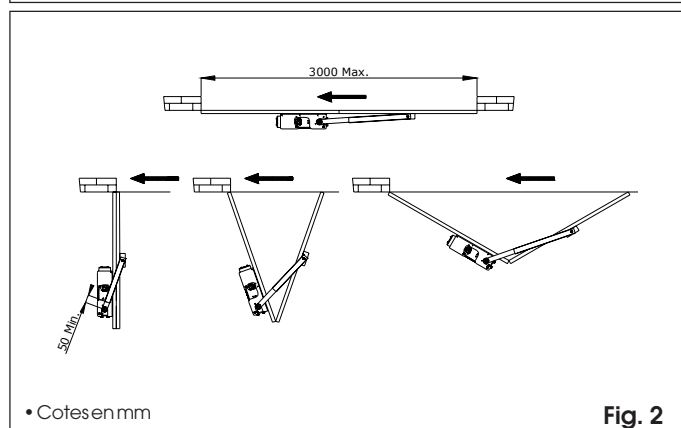
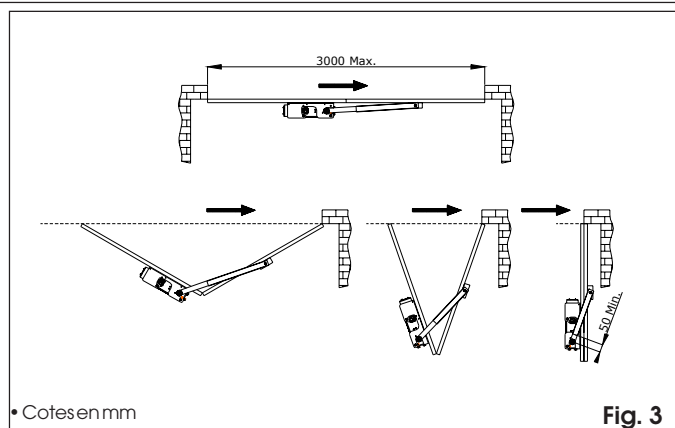
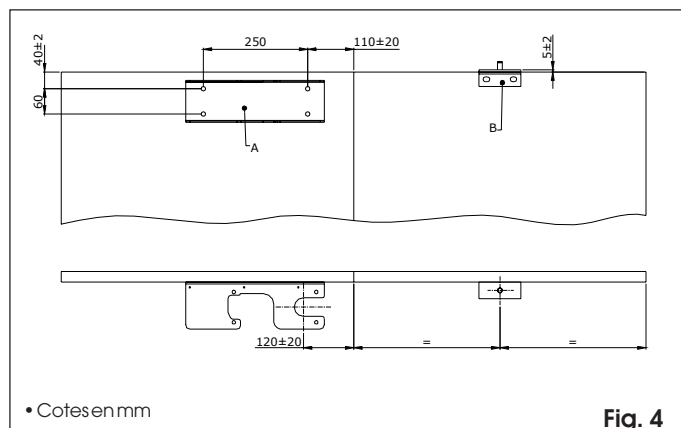

Fig. 2
Fig. 3
Fig. 4
1) Le système opératif sera installé sur le panneau articulé directement sur le pilastre (fig. 2) ou bien, à portail ouvert, si l'espace postérieur ne suffit pas pour le dispositif, celui-ci sera installé sur le panneau le plus extérieur (voir fig. 3). Dans les deux cas, les cotes d'installation de la fig. 4 sont valides.
- 2) Positionner la plaque base A sur le battant en respectant les cotes de la fig. 4 et la souder ou la fixer au battant par 4 vis.
- 3) Définir la position à moitié du second battant et positionner la cornière avec le tourillon B, et la souder ou la fixer par 2 vis en respectant les cotes indiquées à la fig. 4.
- 8) Si nécessaire, raccourcir la gaine de ce qui sert à respecter la cote de 50 mm des fig. 2 et 3~ 200~ 41~ 200~ 41. Avis important: gaine et élément intérieur doivent avoir la même longueur.